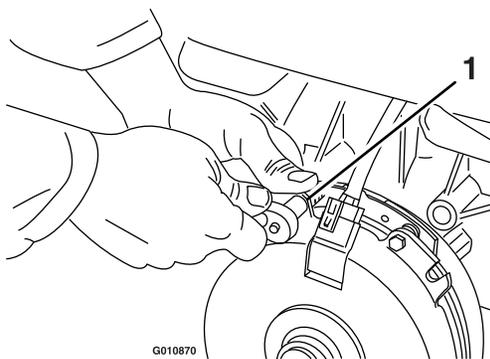

Figure 66
- A. Desserrez les boulons de fixation du frein d'un demi à un tour complet, comme montré à la Figure 66.